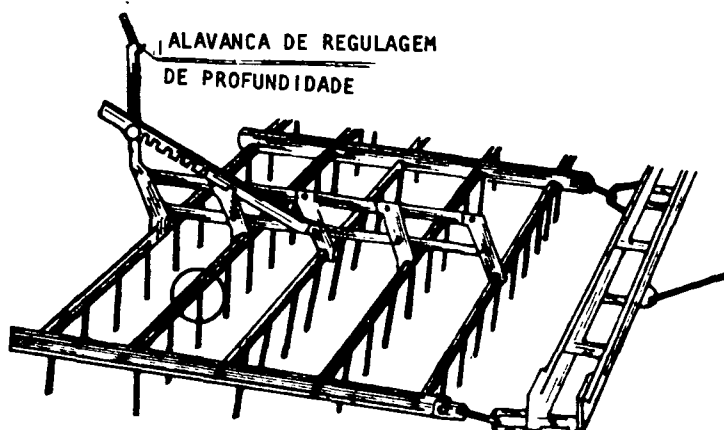

Fig. 2
- b Regule a profundidade, acionando a alavanca de levante de todos os dentes ou deslocando-os verticalmente um a um (figs. 2 e 3).